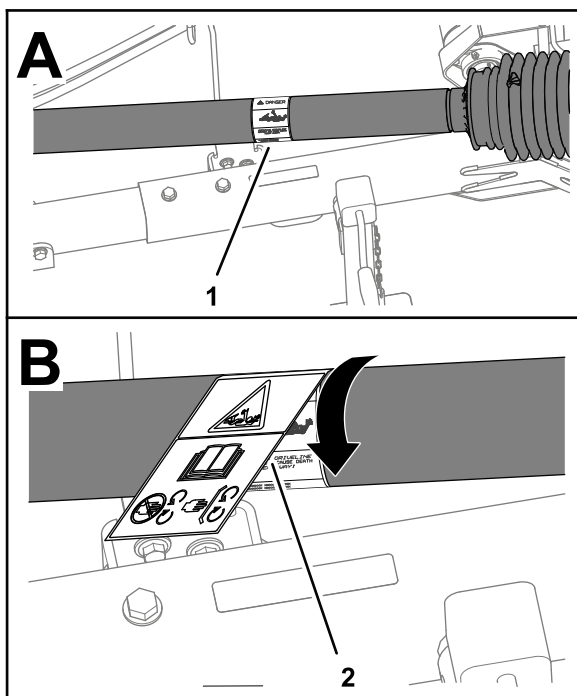

Figura 3
1. Ruotate la protezione dell'albero per accedere all'adesivo di aggrovigliamento esistente (Figura 3).
4. Posizionate l'adesivo di aggrovigliamento CE sull'adesivo di aggrovigliamento esistente (**Figura 3**).